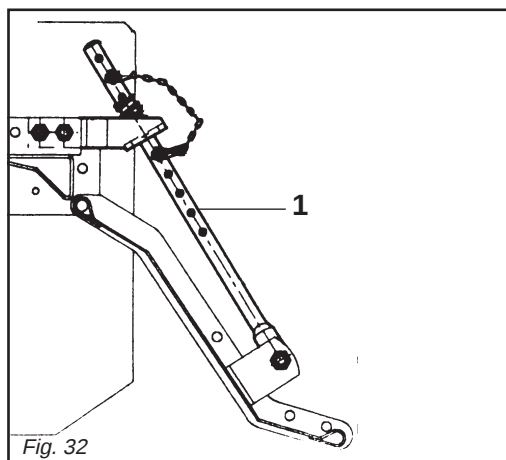

Fig. 32
- 2) Il martinetto a molla (1 Fig. 32) oltre a sostenere la lamiera livellatrice ed ammortizzarla nel trasporto su strada, serve a evitare il ribaltamento della macchina durante il parcheggio.
- 2) *Besides supporting the levelling plate and acting as a shock absorber for it during road transport, the spring ram (1 Fig. 32) prevents the steering hoe from overturning when parking.*
- 2) Die Federwinde (1 Abb. 32) trägt nicht nur das Planierschild und dient beim Straßentransport zur Dämpfung von Stößen, sondern sie soll auch verhindern, daß die Maschine während des Parkens umkippt.
- 2) *Le vérin à ressort (1 Fig. 32) sert de soutien à la tôle de nivellement et de suspension pendant le transport sur route, pour éviter le basculement du machine lors du stationnement.*
- 2) El gato de resorte (1 Fig. 32), además de sostener la chapa de nivelación y protegerla durante el transporte en carretera, sirve para evitar el vuelco de la máquina durante el estacionamiento.